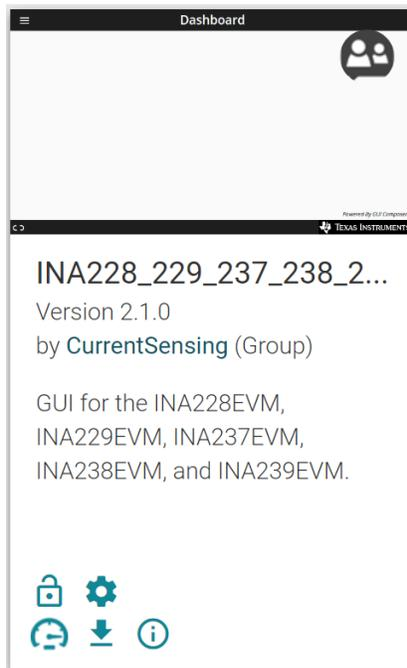

图 4-4. GUI Composer 程序
3. 打开 *GUI Composer* 应用程序，以从网络浏览器启动 GUI（请参阅图 4-4）。
- 若要下载 GUI 以供离线使用，请点击 *GUI Composer* 应用程序中的  图标，然后按照提示操作（请参阅图 4-4）。